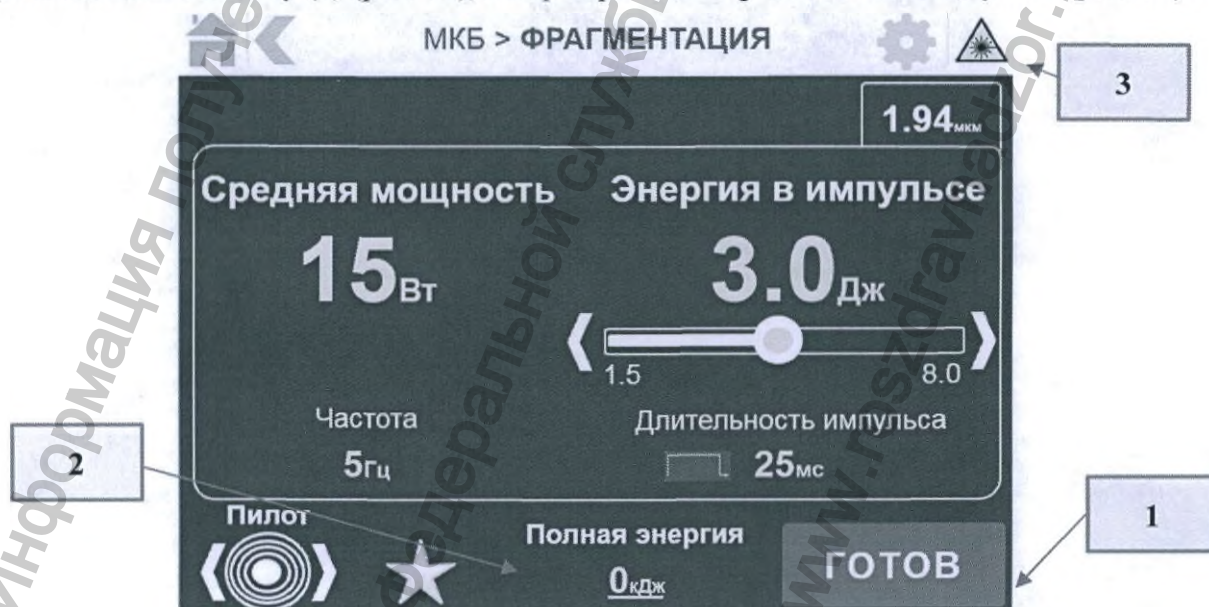

Рисунок 14. Экран состояния готовности лазера
При нажатии на кнопку (8) (рис. 13), лазер переходит в режим Готов/Излучает (рис. 14).
Индикатор состояния (3) показывает текущее состояние лазера. После нажатия кнопки (8) (рис. 14), Аппарат переходит в режим «Готов». В этом режиме Аппарат может излучать. В данном режиме доступна для изменения только средняя мощность излучения (с помощью нижней ручки регулировки на передней панели) (рис. 6). Остальные кнопки на экране заблокированы.